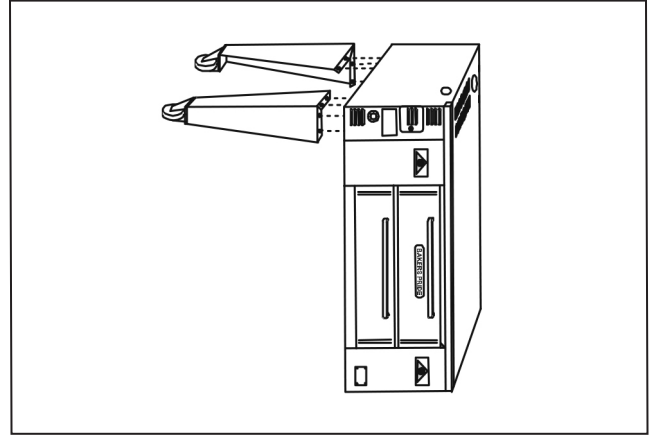

Figure 4
- a) Boulonner quatre pieds aux quatre pieds du stand à l'aide des boulons 3/8-16 x 3/4 fournis, des rondelles plates et des rondelles de blocage. (Voir Fig. 4).